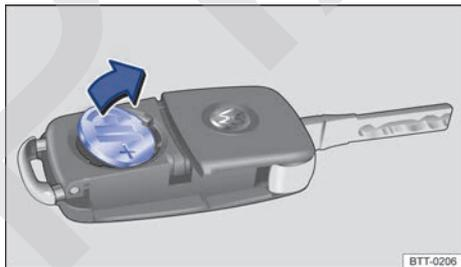

Fig. 22 Llave del vehículo con mando a distancia: retire la pila.
- Retire la pila de su alojamiento con una herramienta adecuada → **fig. 22**.
- Colocar la nueva batería según lo indicado → fig. 22 y presionar en sentido contrario al de la flecha hacia dentro del alojamiento de la batería →